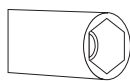

Figura 1
2. Per sostituire l'iniettore, servirsi di un cacciavite la cui estremità sia come quella indicata nella figura 1.